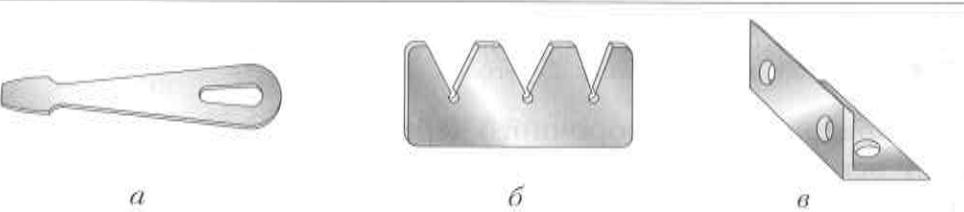

Рис. 61. Изделия из сортового проката: а – отвёртка; б – шаблон для контроля углов; в – крепёжный уголок
- Рассмотрите рисунок 61, выполните в рабочей тетради эскиз одной из деталей: отвёртки, шаблона, уголка — или эскиз детали, выданной учителем. Если в вашем творческом проекте имеется деталь из сортового проката, то выполните её чертёж.